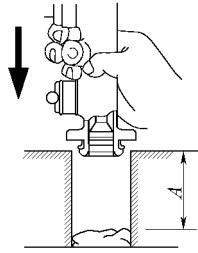

图 15-24 将 2 号活塞敲出油缸
2) 在工作台上放一块抹布和两根木块，然后对着木块轻轻地敲击油缸凸缘部，直至 2 号活塞掉出油缸，如图 15-24 所示。